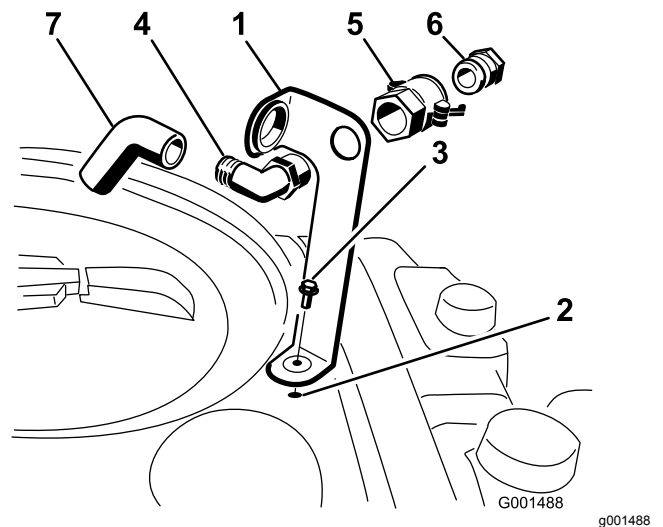

Figure 3
avec un boulon à embase (5/16" x 3/4") (Figure 3).
2. Passez l'extrémité filetée du raccord coudé à 90 degrés dans le trou du support et vissez-y le raccord rapide pour le fixer au support (Figure 3).
3. Raccordez l'adaptateur de flexible au raccord rapide (Figure 3).
4. Bloquez l'adaptateur en place en basculant les leviers vers l'adaptateur puis en les fixant en position avec les goupilles fendues (Figure 3).
5. Placez le flexible antisiphonnage dans la grande ouverture du support et branchez-la à l'extrémité cannelée du raccord coudé à 90 degrés (Figure 3).